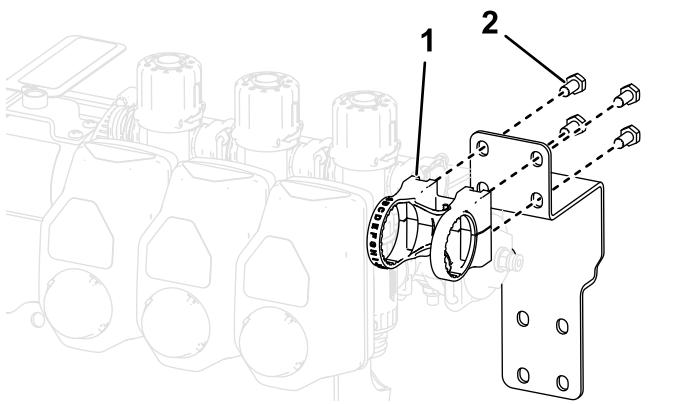

Figure 21
6. Montez la vanne de commande sur le haut de la patte de fixation au moyen de 4 vis (M6), comme montré à la Figure 21.